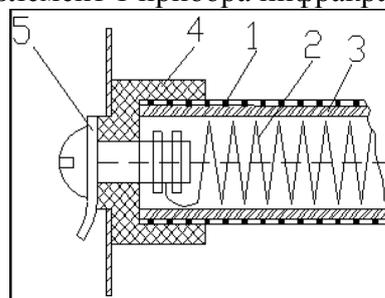

Рисунок 4
**Задание 7.** Назовите элемент 1 прибора инфракрасного нагрева (рис.4):
**Задание 8.** Назовите элемент 2 прибора инфракрасного нагрева (рис.4):
**Задание 9.** Назовите элемент 3 прибора инфракрасного нагрева (рис.4):
**Задание 10.** Назовите элемент 4 прибора инфракрасного нагрева (рис.4):
**Задание 11.** Назовите элемент 5 прибора инфракрасного нагрева (рис.4):